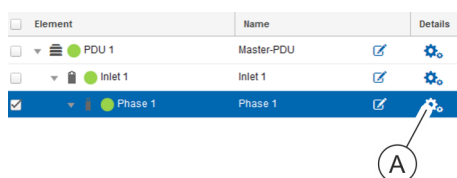

Abb. 116: Details des Elements "Phase" aufrufen
3. In der Registerkarte "Status" die Details der betreffenden Phase aufrufen (Abb. 116/Ⓐ).